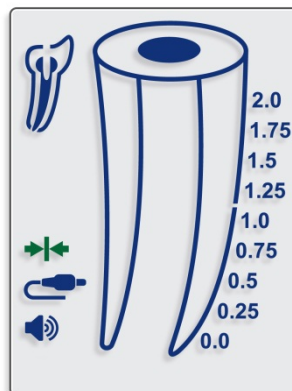

Fig. 3
- 7.3.2. «Tilkobling»-ikon  skal vises på skjermen, og indikere riktig tilkobling (Fig. 3).